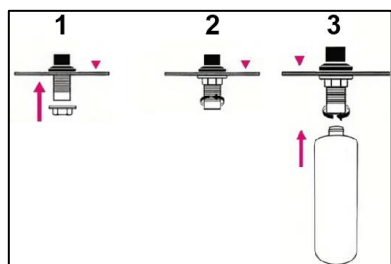

Fig.9
- Monte la botella de jabón (fig. 9). No introduzca todavía el cabezal de la bomba en la botella.